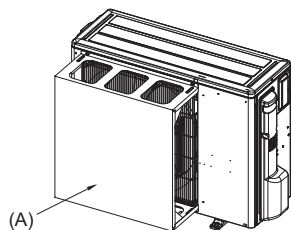
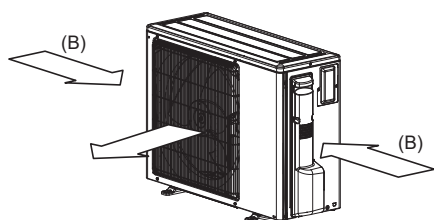

Fig. 2-5
Fig. 2-6
- (2) Montera en luftskyddsguide om enheten är installerad på en plats där starka vindar från en tyfon eller liknande kan komma in direkt i luftutblåset. (Fig. 2-5)
- (A) Luftskyddsguide
- (3) Placera om det går enheten så att luftutblåset blåser vinkelrätt mot den säsongsbetingade vindriktningen. (Fig. 2-6)
- (B) Vindriktning